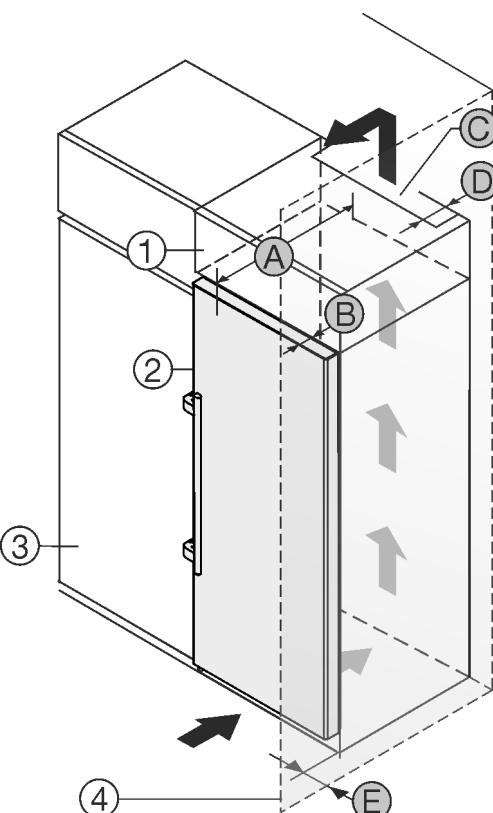

Fig. 2
您可以将冰箱直接放置在餐具柜 Fig. 2 (3)旁边。*
在附加柜背面必须有一个竖风道，其深度 Fig. 2 (D)应超过整个附加柜宽度。*
盖板下必须保有通风横截面 Fig. 2 (C)。*
如果将带铰链的冰箱放置在墙壁 Fig. 2 (4)边，冰箱和墙壁必须至少相距 57 mm。这取决于冰箱门打开时把手与墙壁的距离。
为了能完全打开门，冰箱必须凸出橱柜正面一定门深度 Fig. 2 (B)。根据餐具柜 Fig. 2 (3)的深度，使用壁距调整垫片可以使冰箱更为凸出。*